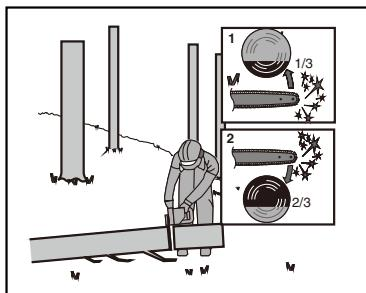

Abb. 4
Wenn der Stamm, wie in Abbildung 4 dargestellt, an einem Ende aufliegt, schneiden Sie 1/3 des Durchmessers von der Unterseite her ab (Unterbuckeln) (1). Dann wird der fertige Schnitt durch Überbuckeln (2) auf den ersten Schnitt ausgeführt.